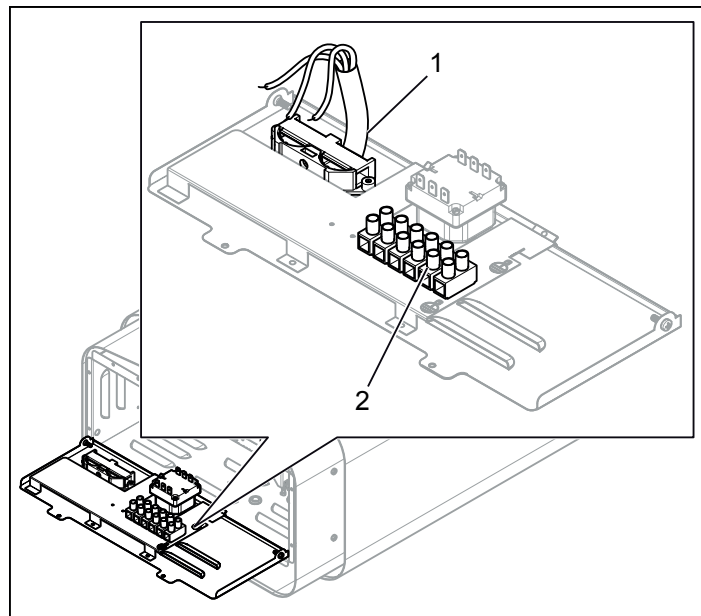

Fig 10: Elanslutning
3. Anslut elkabeln (se Fig 10) enligt kopplingschema (se Fig 18-23).